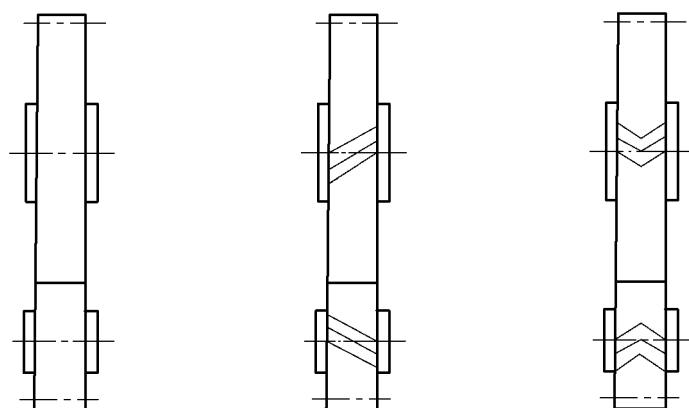

图 10 圆柱齿轮副的啮合画法——外啮合(二)
- 4.2 在平行于圆柱齿轮、锥齿轮轴线的投影面的视图中,啮合图的齿顶线不需画出,节线用粗实线绘制,其他处的节线用细点画线绘制(图 10、图 14)。